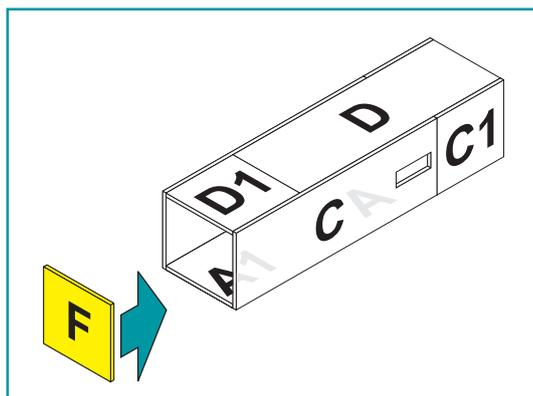

figura 10
2.2.9 Monte el panel F a los paneles B y C. (figura 10)